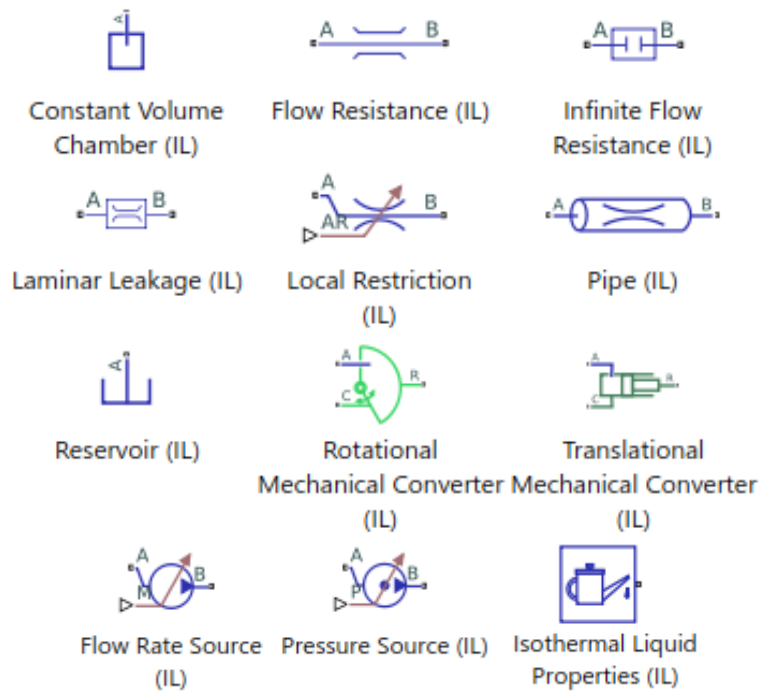

Figura 7: Bloques disponibles en Simscape para realizar simulación de sistemas mecánicos: fuentes y mecanismos.
- ▶ **Elementos de un sistema de fluidos.** Se presentan en la Figura 7. Tendremos:
- Depósitos (Reservoir (IL)). Este bloque sirve para incluir una depósito en el sistema, nos sirve para indicar que el líquido sale del depósito a una presión constante.
- Cámaras Volumétricas (Constant Volume Chamber (IL)). Representa un depósito que tiene un volumen de líquido constante.
- Tuberías (Pipe (IL)). Representa a una tubería que ofrece cierta resistencia por la fricción del fluido con el borde. También podemos incluir los efectos de la inercia del líquido y la compresibilidad del líquido.
- Reguladores de paso (Local Restriction (IL)): este bloque sirve para regular el flujo de líquido pasando por el sistema. Podemos modelar un grifo. Debemos usar la señal de entrada física para determinar el valor de paso.
- ▶ Bajo la pestaña *Utilities* podemos encontrar el bloque Isothermal Liquid Properties (IL) que nos permitirá definir las propiedades del líquido que fluye por el sistema. Podemos definir cuestiones como la densidad, la viscosidad o la cantidad de gas que tiene el fluido.